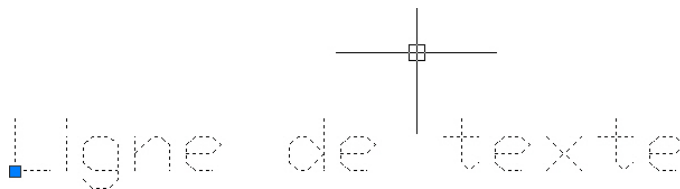

Figure 5.8
6. Si vous cliquez sur le texte (voir Figure 5.8), un point de base et d'accrochage est indiqué. Par contre, si vous double-cliquez dessus, vous entrez dans la ligne de texte et vous pouvez la modifier (voir Figure 5.9).